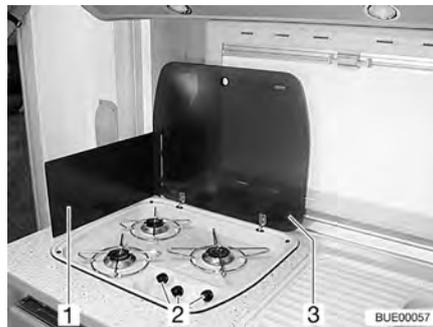

Fig. 150 Fornello a gas
- Aprire la copertura del fornello a gas (Fig. 150,3).
- A seconda del modello, ribaltare o posizionare la lastra proteggifiamma (Fig. 150,1).
- Ruotare il pomello girevole (Fig. 150,2) dell'impianti a fiamma libera desiderato in posizione accesa (fiamma alta).